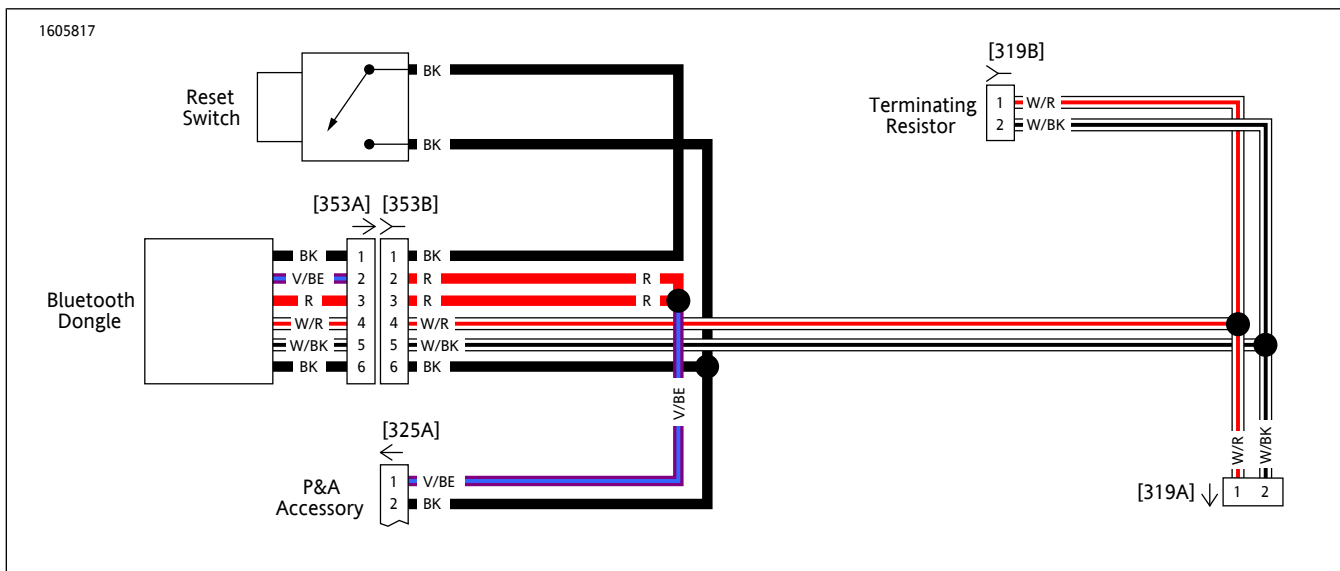

图16。蓝牙适配器线束(2017年款及以后款)(典型)
1. 参见图 16。安装并布设蓝牙适配器线束。
如果忘记个人识别号码 (PIN) 或被锁定并且需要重置密码，请按住“配对开关或重置开关”（参见图16，第3项）3秒钟以重置PIN。在H-D音频应用中重新连接到蓝牙加密狗以设置新的PIN。